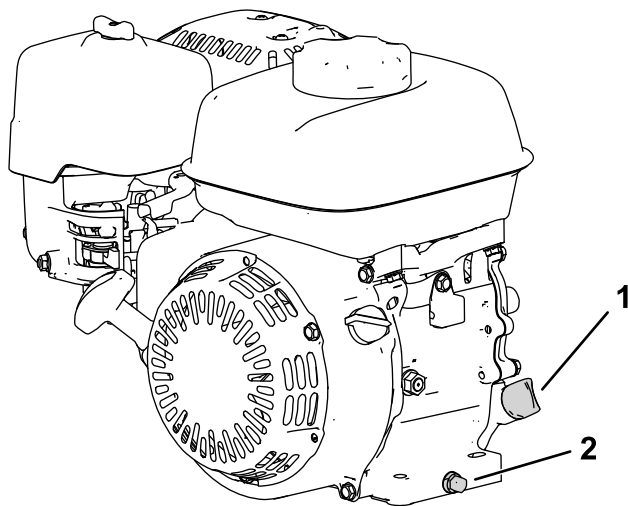

图 16
2. 调整机器使发动机保持水平并清洁加油管周围的区域 图 16。
3. 拆下排油塞 图 16。